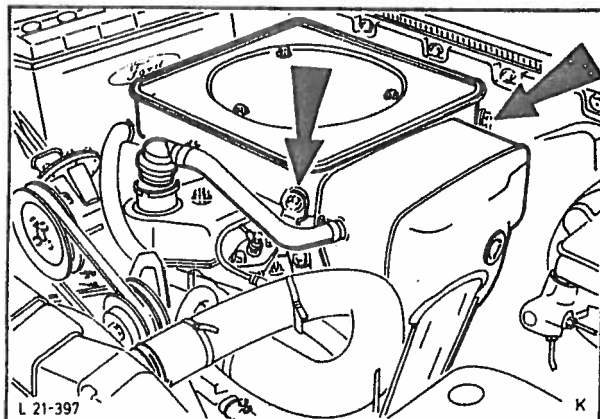

Fig. 140 Demontering av luftfilter.
1. Kople fra batteriets godskabel og ta av luftfilteret, fig. 140.